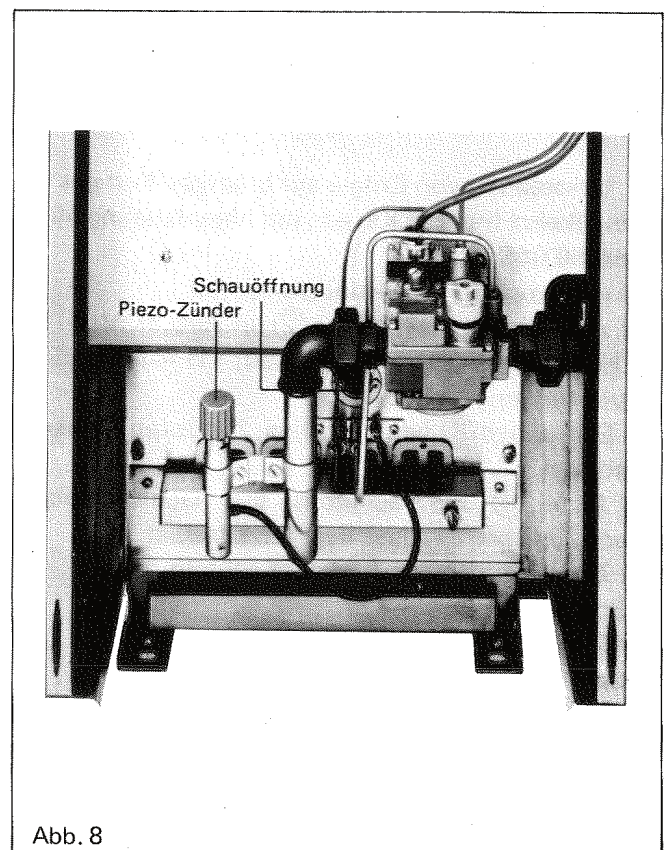

Abb. 8
- e) Knebel eindrücken und Piezo-Zünder (Abb. 8) betätigen, bis Zündflamme zündet. Zündvorgang durch Schauöffnung beobachten, siehe Abb. 8. Nach 20 Sekunden Knebel loslassen, Zündflamme muß jetzt brennen.